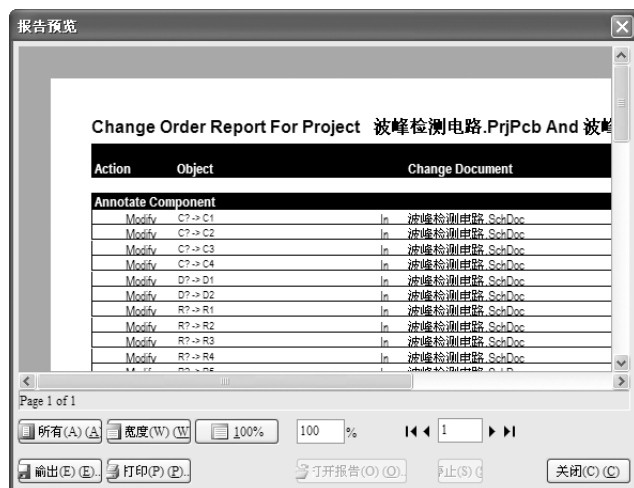

图 6-13 “报告预览”对话框
6) 单击“报告更改”按钮，系统将弹出如图 6-13 所示的“报告预览”对话框，在其中可以将修改后的报表输出。